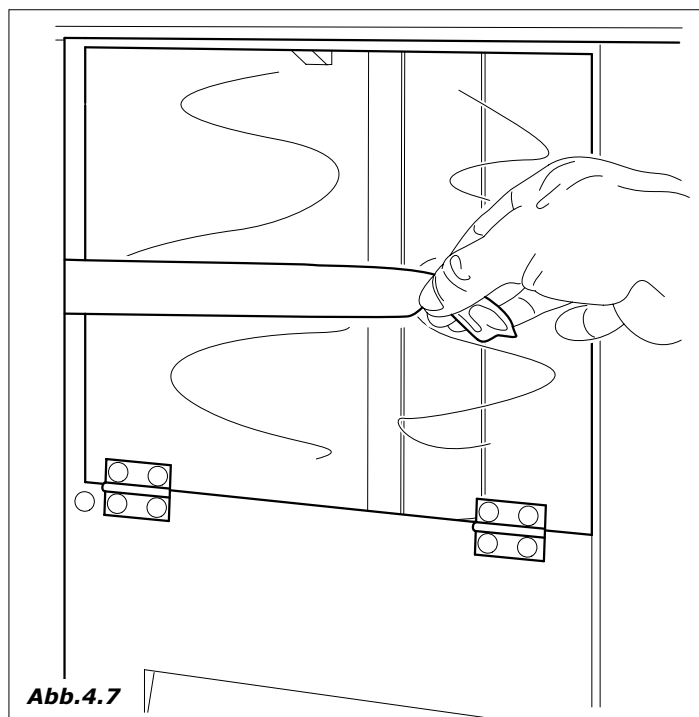

Abb.4.7
- vom Bechermagazin (Beispiel in Abb. 4.7)